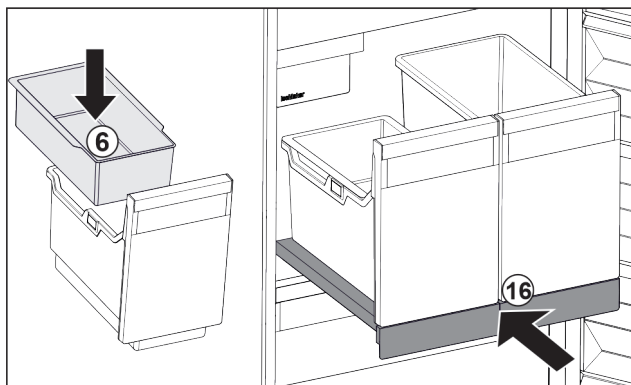

Fig. 91
- ▶ Installer le balconnet Fig. 91 (6) pour glaçons.
- ▶ Rentrer le compartiment coulissant avec le bac (IceTower). Fig. 91 (16)